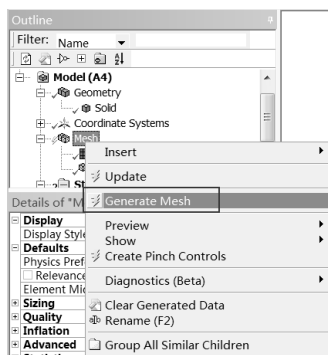

图 14-17 生成网格
Step5 :如图 14-17 所示 ,右击 Mesh 选项 ,在弹出的快捷菜单中选择 Generate Mesh 命令。